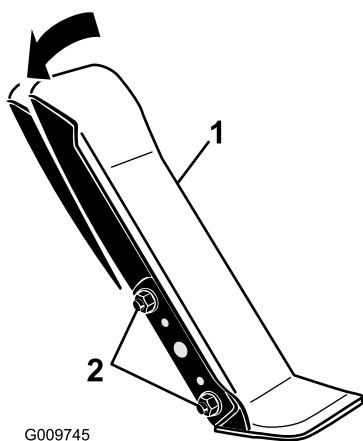

図 117
1. 走行ペダルの左側をブラケットに固定しているナットとボルト各2をゆるめる 図 117。
2. 走行ペダルを希望の角度に調整しナットで固定する 図 117。